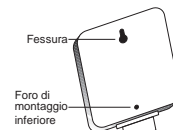

FIGURA 22: Retro della scatola del programmatore
- Infilare l'asola sul retro della scatola del programmatore sulla parte sporgente della vite [vedere Figura 22].